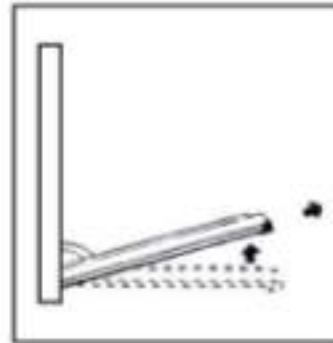

Fig 2
- Ahora, cerrando ligeramente la puerta, puede levantarla tirando de los ganchos "A" como se muestra en la fig 2.